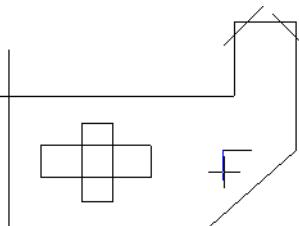

图 4-9 选取延伸对象
- 03 在“修剪/打断/延伸”工具栏中单击“一个图素”按钮 [+...] ，根据系统提示，移动光标选择要修剪/延伸的对象，如图 4-9 所示。